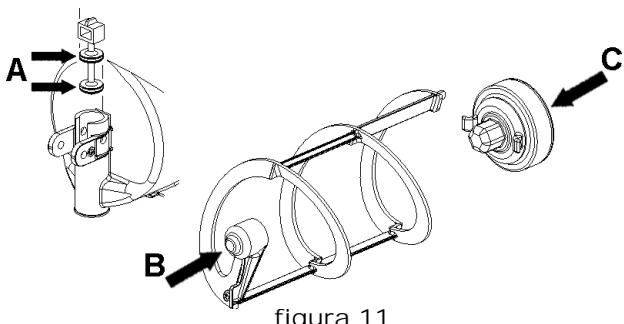

figura 11
- 2 Lubricar el pistón grifo, el rascador interior y el rotor magnético (en los puntos A, B y C indicados en la figura 11) utilizando solamente la grasa suministrada por el fabricante u otra grasa para uso alimenticio.